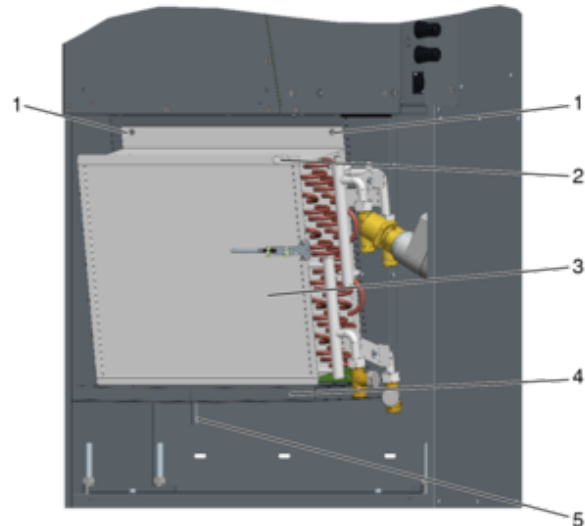

Abb. 39: Wärmeübertrager ROOMAIR-V-ZAB/SEK-HE
Schutzleiter (Abb. 39 /2) am Wärmeübertrager lösen.
Wärmeübertrager (Abb. 39 /3) durch lösen der beiden Kreuzschlitzschrauben (Abb. 39 /1) lösen und nach oben aus dem Gerät ziehen.
7. ▶ ■ Die Kondensatwanne (Abb. 39 /4) mit handelsüblichen Reinigungs- oder Desinfektionsmitteln reinigen.
■ Kondensatablauf (Abb. 39 /5) (optional) auf freien Ablauf prüfen.